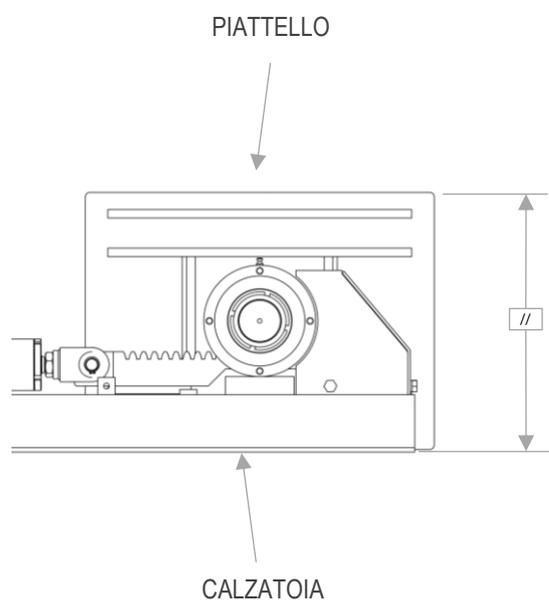

Figura 23
7. Se il piattello è parallelo alla calzataia e i due piattelli destro e sinistro sono allineati anche tra loro, la fasatura è corretta (vedi Figura 23)
8. Se il piattello non è parallelo alla calzataia (come indicato in Figura 23) o i due piattelli non sono allineati tra loro, agire sulla posizione della forcella, avvitandola o svitandola per fare ruotare il piattello in senso orario o antiorario per portarlo nella posizione corretta (fasatura)